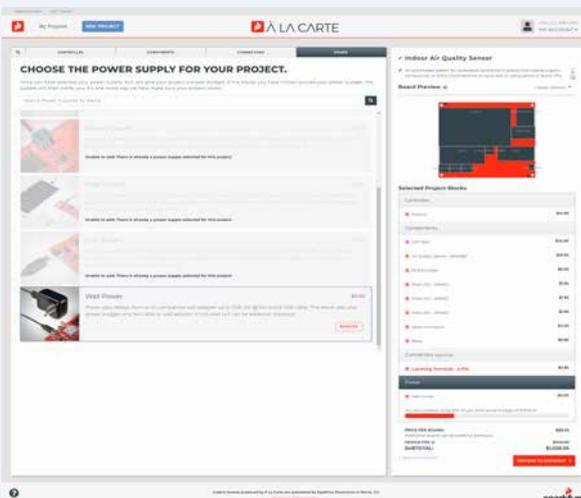

Bild 7. Auswahl der Spannungsversorgung - ein Steckernetzteil.
Schritt 4: Fügen Sie einen Power-Block hinzu. Für dieses Indoor-Projekt im Büro verwenden wir ein Steckernetzteil (**Bild 7**).